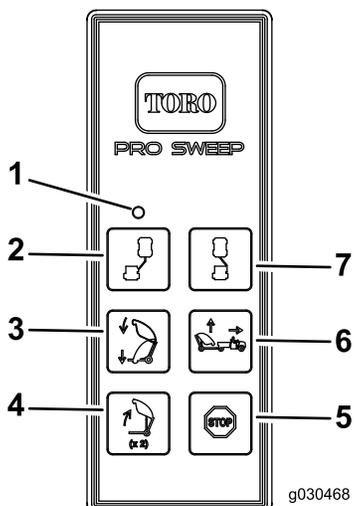

Рисунок 27
2. Нажмите кнопку разгрузки бункера и удерживайте ее в течение одной секунды, затем отпустите кнопку на одну секунду и нажмите ее еще раз (Рисунок 27).